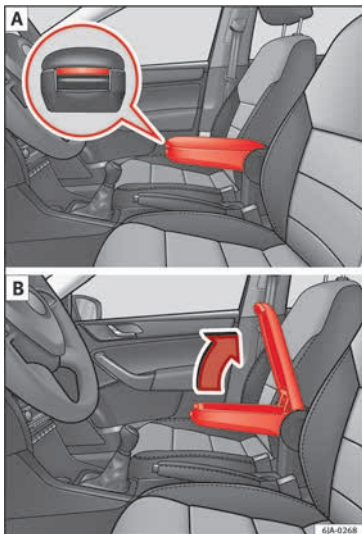

Abb. 144 Armlehne/ Ablagefach öffnen und schließen
- Drücken Sie die Taste vorne an der Armlehne » **Abb. 144** - **A**.
- Heben Sie die Abdeckung des Ablagefachs an » **Abb. 144** - **B**.